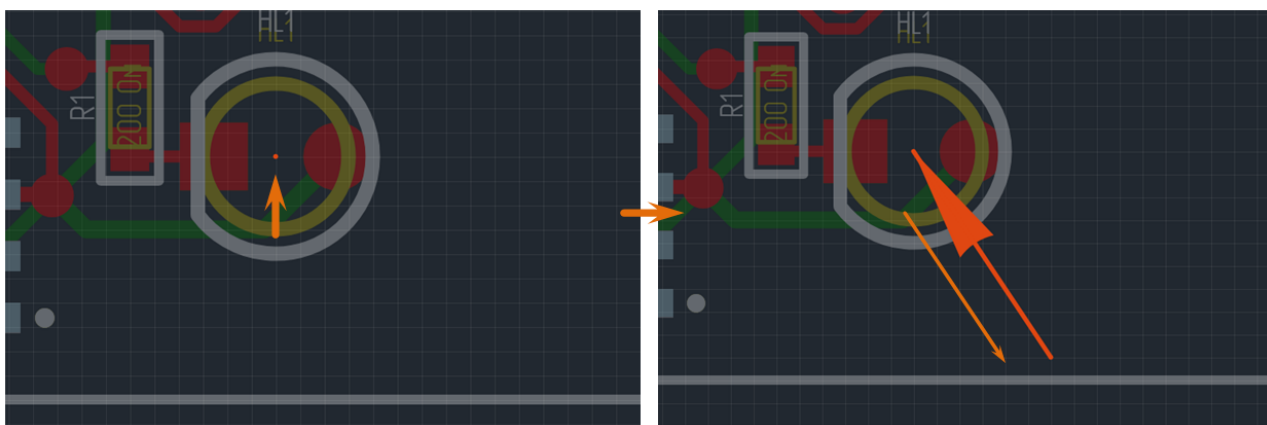

Рис. 428 Размещение выносной линии
4. Переместите курсор, возможный вид выносной линии будет отображаться на экране, см. Рис. 428.